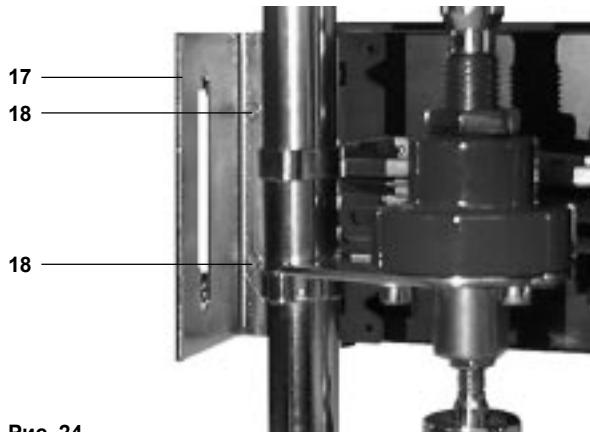

Рис. 24
5.1.13 Установите защитную пластины (17) на заднюю сторону SP2 и зафиксируйте двумя винтами M3 (18) (Рис. 24).